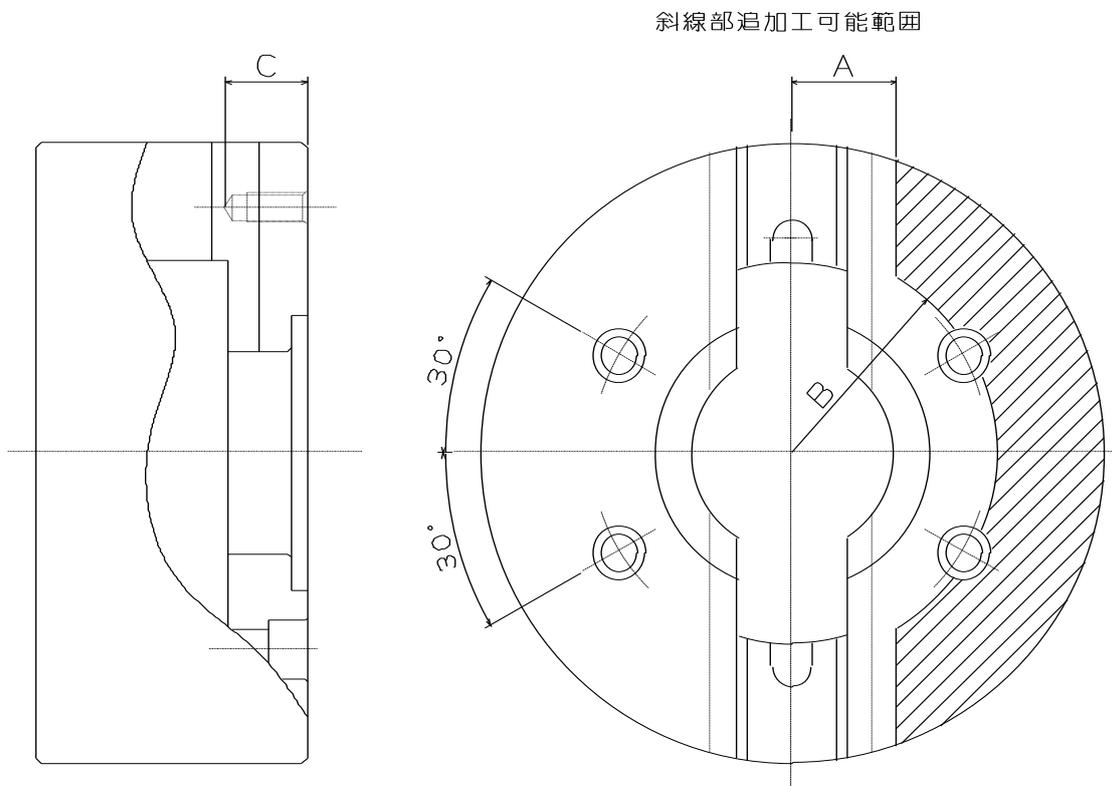

図 12
- チャックボデー表面にロケータや治具を取り付ける場合は、図 12 に示す追加工範囲内に穴明けを行ってください。